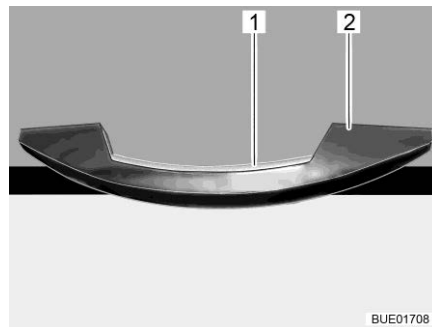

Bild 67 Handtag med låslist (exempel)
- Tryck in låslisten (Bild 67,1) och håll den intryckt.
- Öppna skåpluckan genom att dra i handtaget (Bild 67,2).